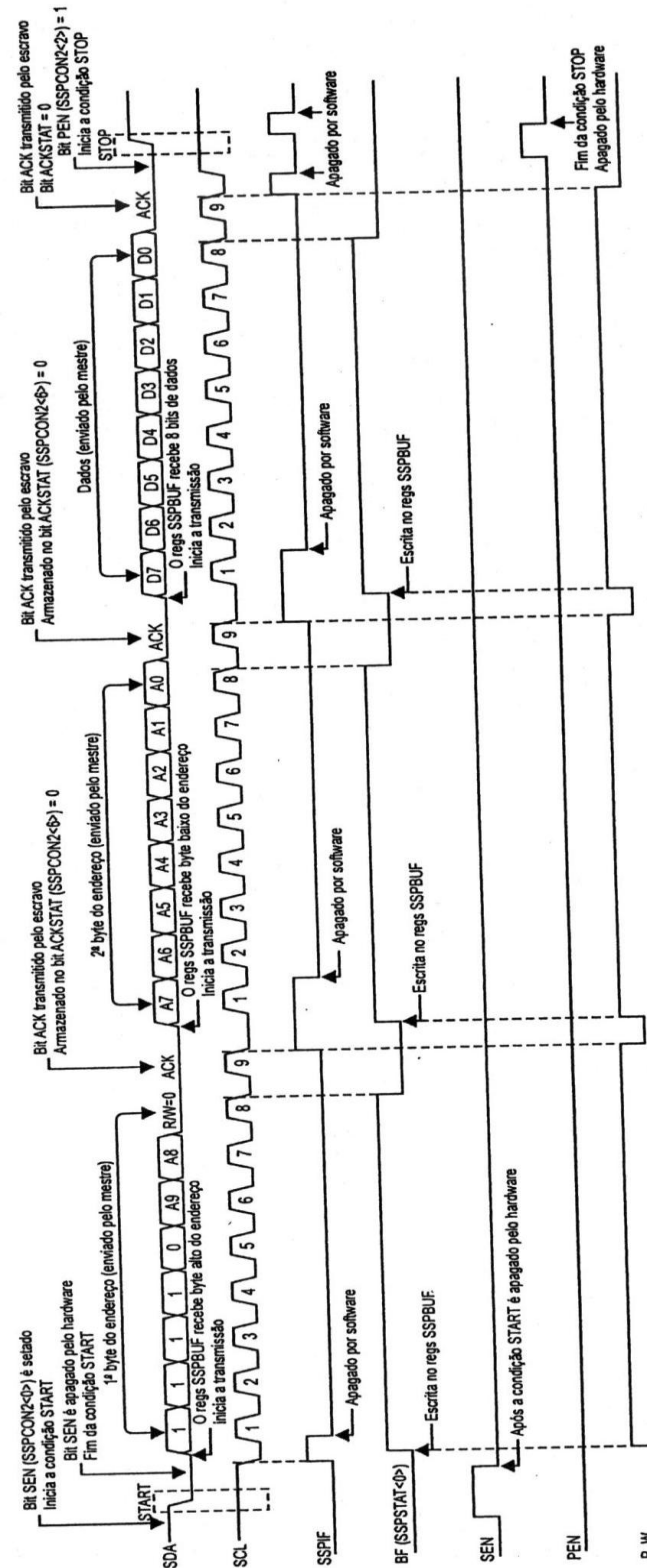

Figura 8.28: Temporização I²C modo Mestre na transmissão e endereço de 10 bits.
- D)** O mestre escreve no registro SSPBUF<7:1> a parte alta do endereço do escravo (11110:A9:A8) com o qual deseja se comunicar, veja **Figura 8.28**. Logo após, é transferido para o registro de deslocamento SSPSR para então ser enviado ao barramento através da linha SDA. O bit 0 é R/W = 0 indicando leitura.
- E)** Logo após a escrita no registro SSPBUF, teremos o bit BF (SSPSTAT<0>) setado e se mantém assim até a transmissão do oitavo pulso de clock quando é automaticamente apagado pelo hardware (BF = 0). Ver **Figura 8.28**.
- B)** Logo após a escrita no registro SSPBUF, teremos o bit BF (SSPSTAT<0>) setado e se mantém assim até a transmissão do oitavo bit ou oitavo pulso de clock quando é automaticamente apagado pelo hardware (BF = 0). Ver **Figura 8.28.**
A sub-rotina abaixo mostra uma transmissão de um byte de dados com endereçamento de 10 bits e sua temporização é mostrada na **Figura 8.28**.